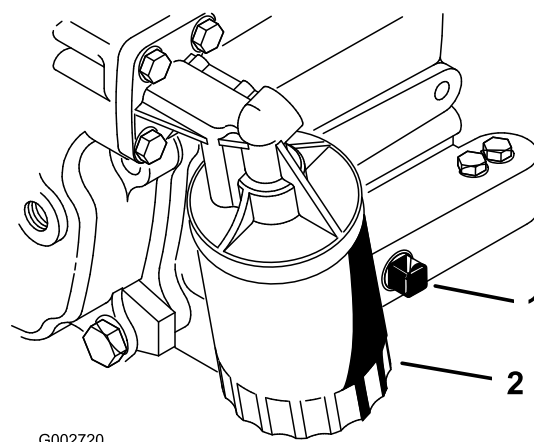

図 26
2. ドレン・プラグ（図 26）を外してオイルを容器に受ける。オイルが抜けたらドレン・プラグを取り付ける。
3. オイルフィルタ（図 26）を外す。新しいフィルタのガスケットに薄くエンジン・オイルを塗る。